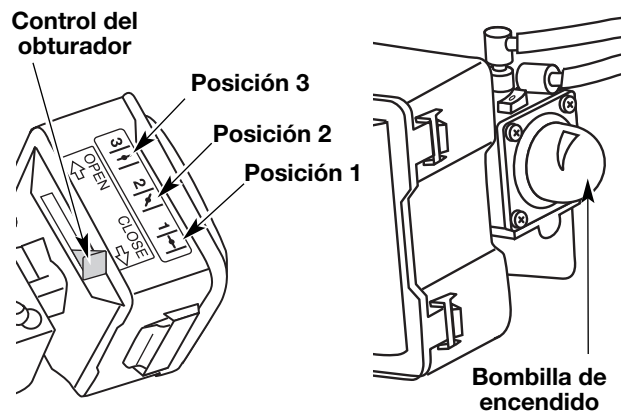

Fig. 11
5. Oprima completamente el cebador y suéltelo 10 veces. Hágalo lentamente. Se deberá ver un poco de **combustible en el cebador** y en las tuberías de alimentación de combustible (Fig. 11). Si no puede ver el combustible en el cebador, oprímalo y suéltelo tantas veces como sea necesario hasta que vea combustible en el mismo.